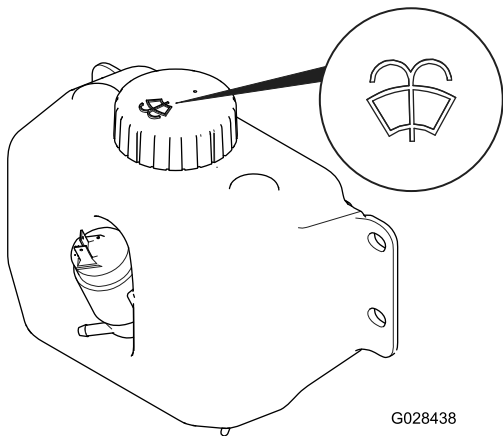

Figura 54
2. Aprite il cofano per accedere al serbatoio del detergente lavacrystallo (Figura 54).